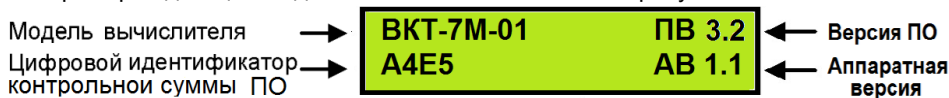

Рис. 3.3 – Индикация модели и идентификация версии ПО
Версия встроенного ПО и контрольная сумма ПО отображается на индикаторе вычислителя (рис.3.3).
- информацию о приборе (рис. 3.3);